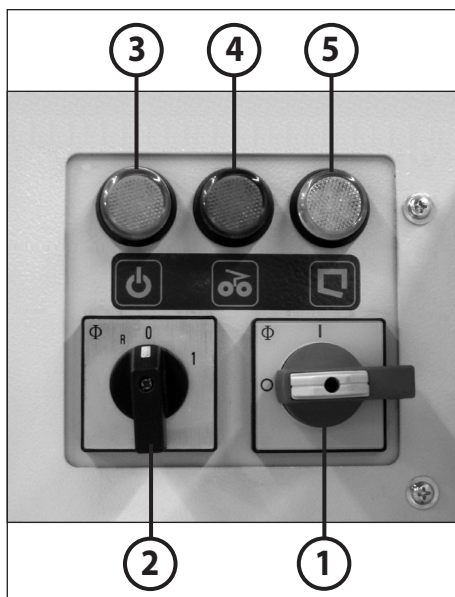

fig. 7
1. Enclencher le commutateur principal (1) (position "1").
2. Positionner le commutateur rotatif (2) en position "1" (fig. 7).
ELEMENTS DE COMMANDE (Fig. 7):
Remarque: Le relais multifonctions est automatiquement réinitialisé à chaque mise sous tension de la machine. Cela est indiqué par le clignotement pendant quelques secondes des deux voyants de contrôle 4 et 5 (figure 7).